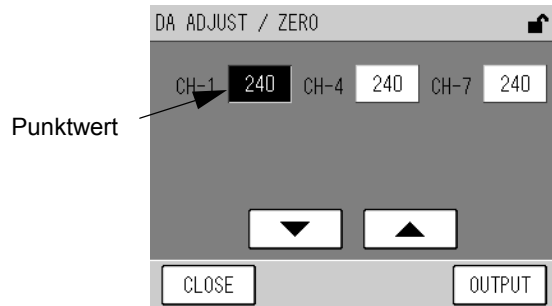

Fig. 55 DA ADJUST/ ZERO Fenster
- [ZERO]: Öffnet das Fenster DA ADJUST/ ZERO für die Null-Kalibrierung des analogen Ausgangs (Fig. 55 auf Seite 43).